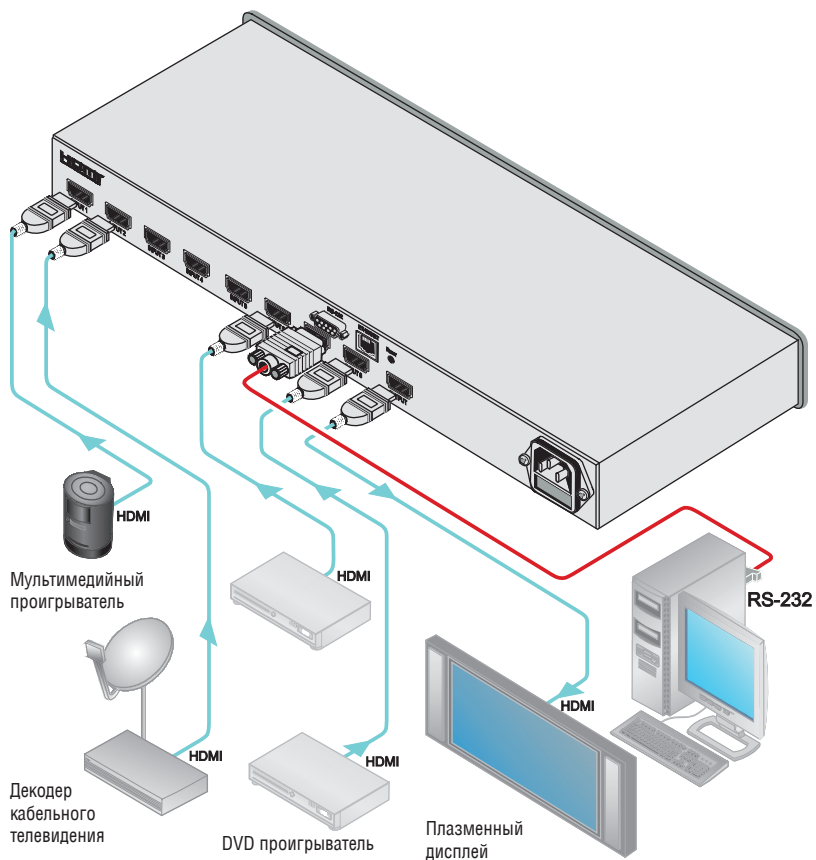

Рис. 2. Подсоединение коммутатора HDMI 8x1 VS-81H
Чтобы подсоединить коммутатор HDMI 8x1 **VS-81H** в соответствии с примером, приведенным на рис. 2, действуйте в следующем порядке (предварительно выключив всю аппаратуру):
5. Подсоедините сетевой шнур к розетке электросети (на рис. 2 не показана).